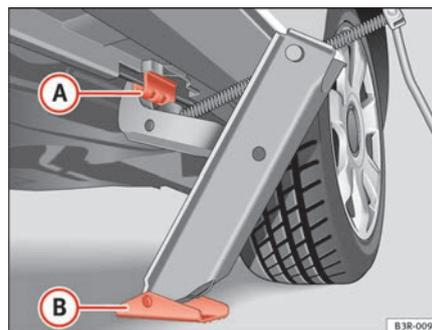

Fig. 191 Changement de roue : Cric
- Ajustez le cric de sorte que sa griffe s'engage dans la nervure du bas de caisse ⇒ page 264, fig. 191 **(A)** et que la base mobile **(B)** du cric repose bien à plat sur le sol.